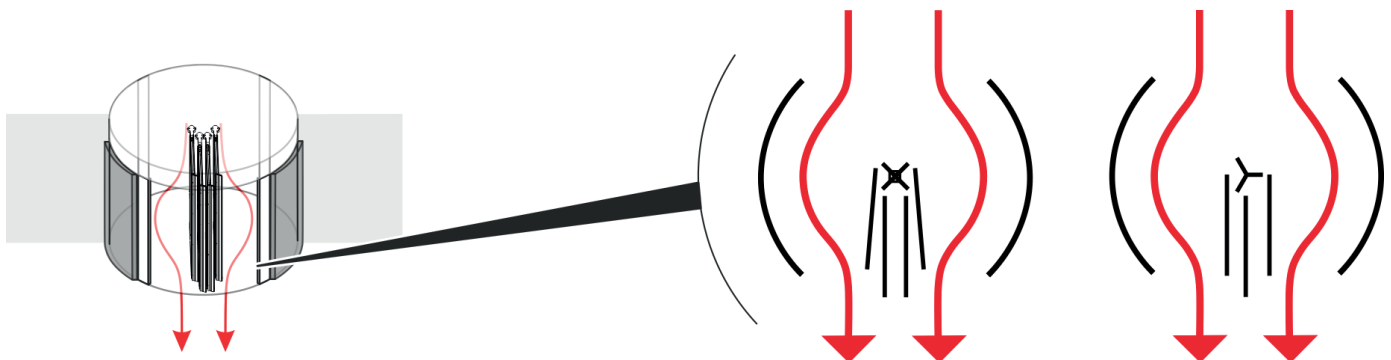

Рис. 16 Организация эвакуационного выхода (4 и 3
8. Выровняйте сдвинутые дверные полотна (Рис. 16) на
выходе, как показано на Рис. 16.
в качестве эвакуационного выхода (Рис. 16).